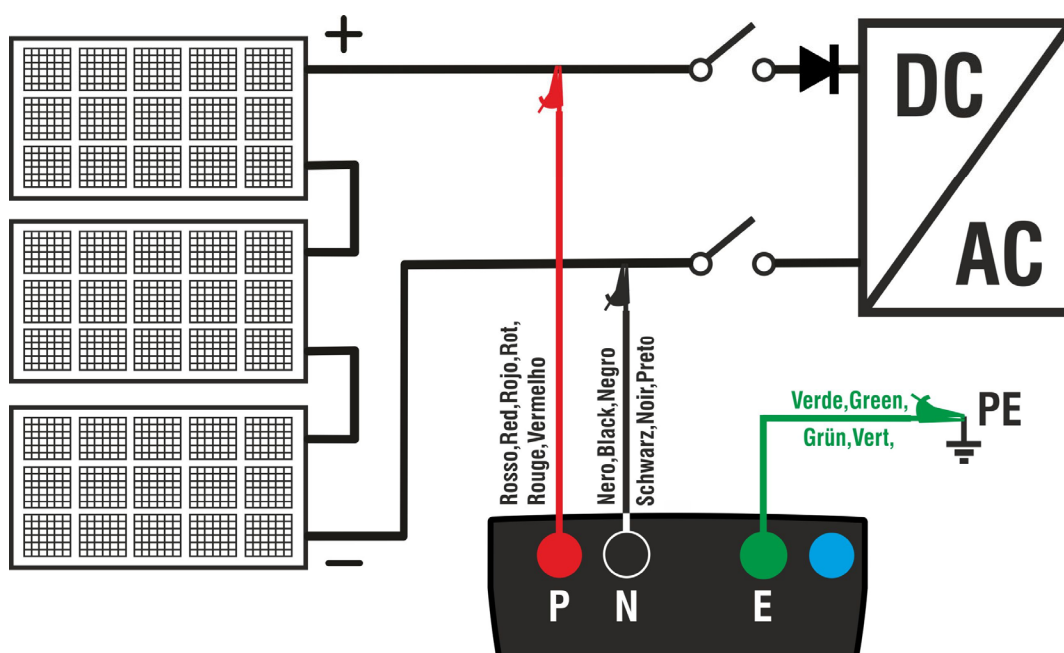

Fig. 8: Collegamento strumento per misura di isolamento in modo GFL
8. Collegare lo strumento alla stringa FV in prova come mostrato in Fig. 8. Si ricorda che occorre sezionare anche eventuali scaricatori connessi ai cavi della stringa e che è consigliabile eseguire la misura a monte di eventuali diodi di blocco
2. Collegare lo strumento alla stringa FV in prova come mostrato in Fig. 8